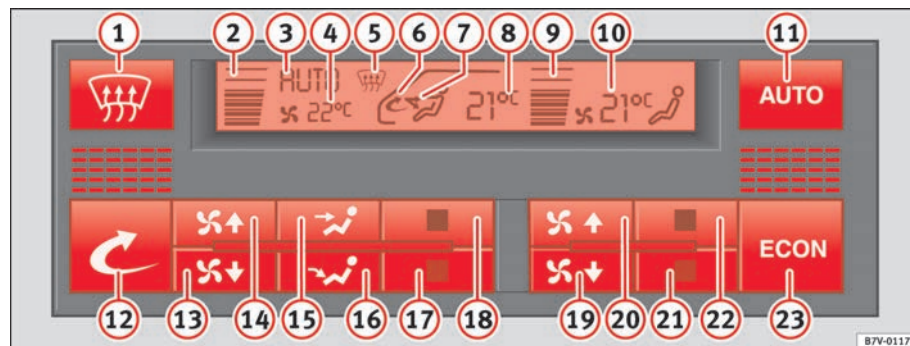

Fig. 118 Tablero de instrumentos: mandos del Climatronic
- Presione una de las teclas de la distribución de aire ⇒ **página 162, fig. 118**  o  o pulse repetidas veces una de las teclas de temperatura  o . La indicación **AUTO** se apaga.
- Pulse la tecla ⇒ **página 162, fig. 118**  para conectar o desconectar la recirculación de aire. Está conectada si aparece el símbolo  en la pantalla.